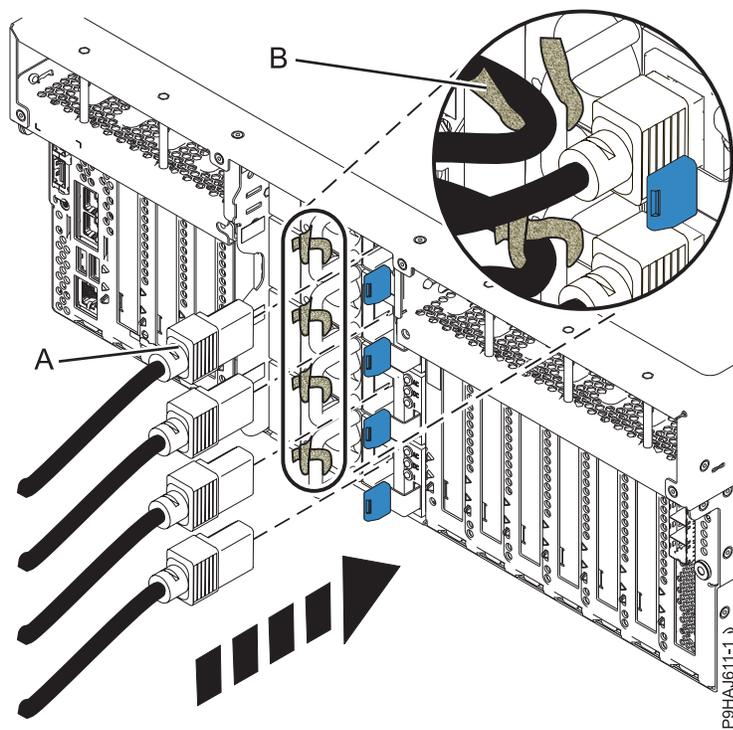
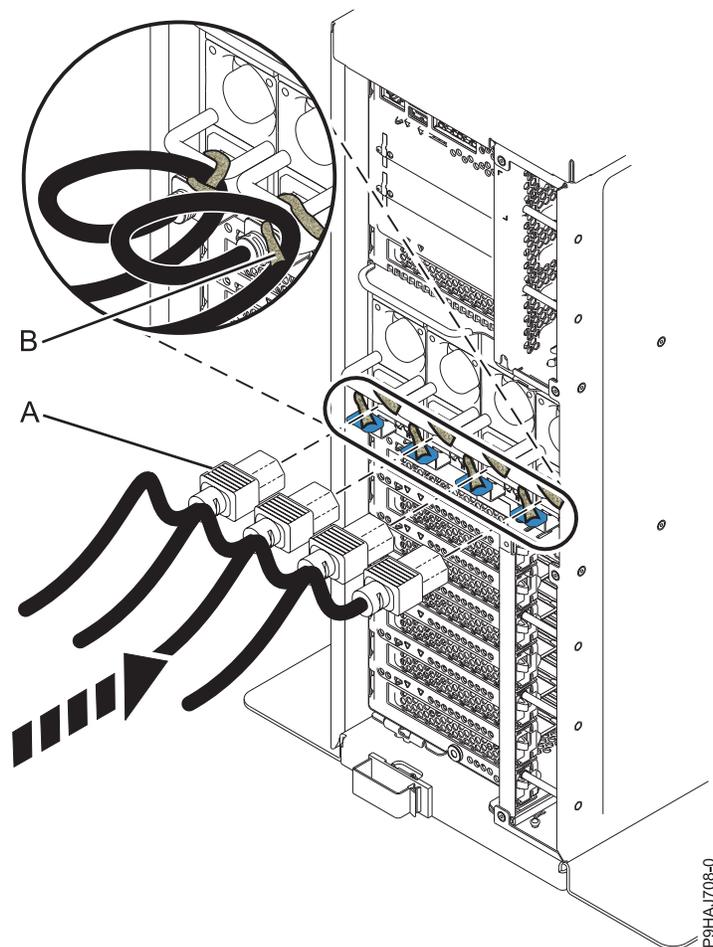

Figure 76. Connexion des cordons d'alimentation à un système monté en armoire
Figure 77. Connexion des cordons d'alimentation à un système autonome
2. A l'aide de vos étiquettes, rebranchez les cordons d'alimentation (A) à l'unité centrale. Fixez les cordons d'alimentation (A) sur le système à l'aide des attaches velcro (B), comme illustré dans la figure 76, à la page 101 ou la figure 77, à la page 102.